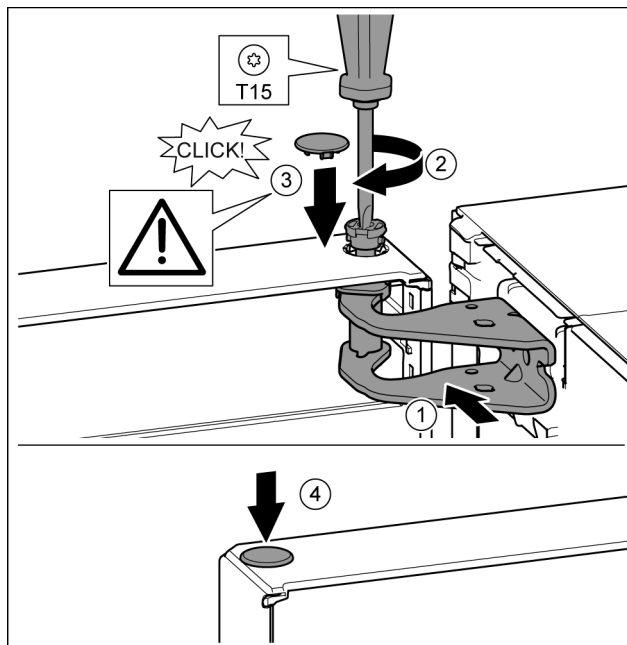

Fig. 24
- ▶ Allineare la porta in alto all'apertura nel blocco di supporto. Fig. 24 (1)
- ▶ Inserire i perni e stringere con il cacciavite T15. Fig. 24 (2)
- ▶ Montare la copertura di sicurezza a protezione della porta: inserire la copertura di sicurezza e controllare se appoggia sulla porta. Altrimenti inserire completamente il perno. Fig. 24 (3)
- ▶ Inserire i tappi. Fig. 24 (4)